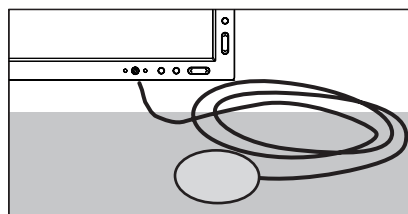

Abbildung C.3
- Legen Sie den USB-Sensor mit der Oberseite nach unten auf eine nicht reflektierende, undurchsichtige Oberfläche (z. B. Schreibtisch oder Mauspad), um den Schwarzwert zu messen (**Abbildung C.3**). Drücken Sie auf SELECT.